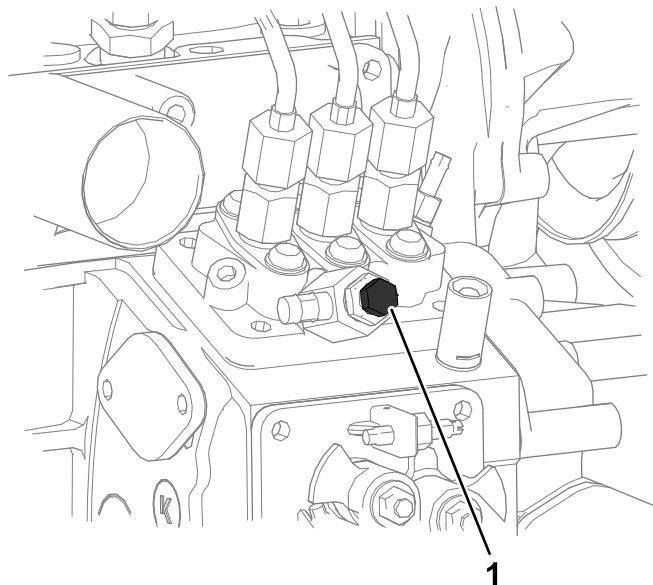

Рисунок 90
4. Выверните продувочный винт из насоса для впрыска топлива (Рисунок 90).